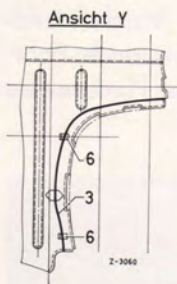

Bild 67-1/6
6. Elektrische Leitungen von der Heckscheibe hinten auf der Heckwand verlegen, mit den Teilen Pos. 6 bis 8 befestigen und am Kabelverbinder (4) anklemmen (Bild 67-1/5 bzw. 6).